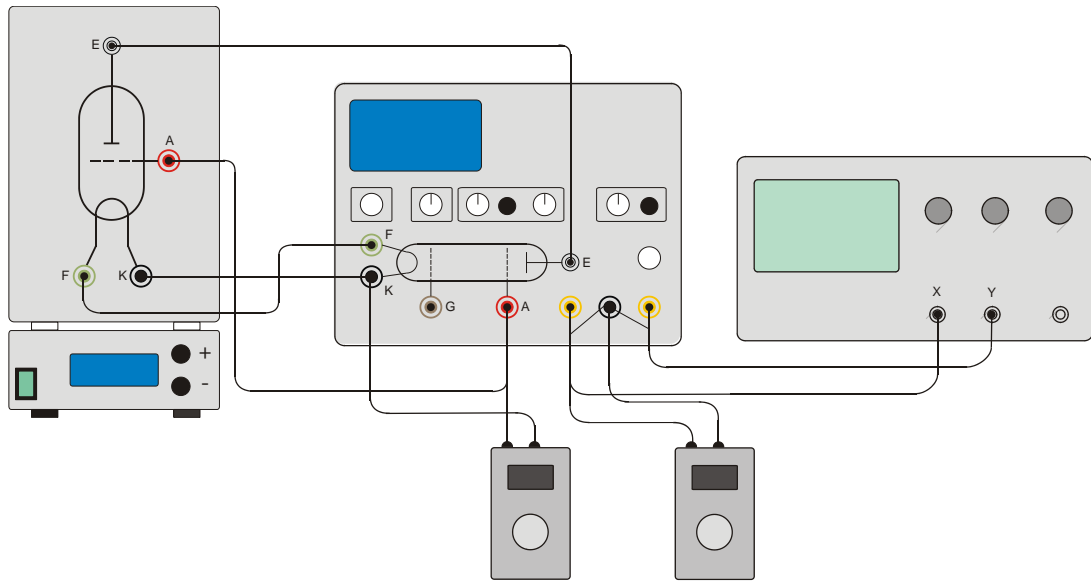

Fig. 3 Montaje experimental con el tubo de Franck-Hertz con 2 voltímetros digital
- Se conecta el voltímetro digital entre la salida de señal (U_x) el casquillo de masa (ver fig. 3).